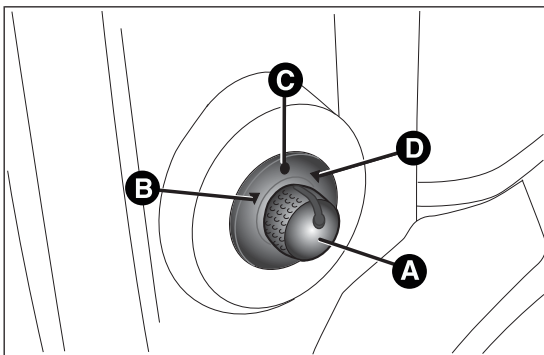

fig. 22
- selezionare mediante il deviatore A fig. 22 lo specchio desiderato (destro o sinistro);